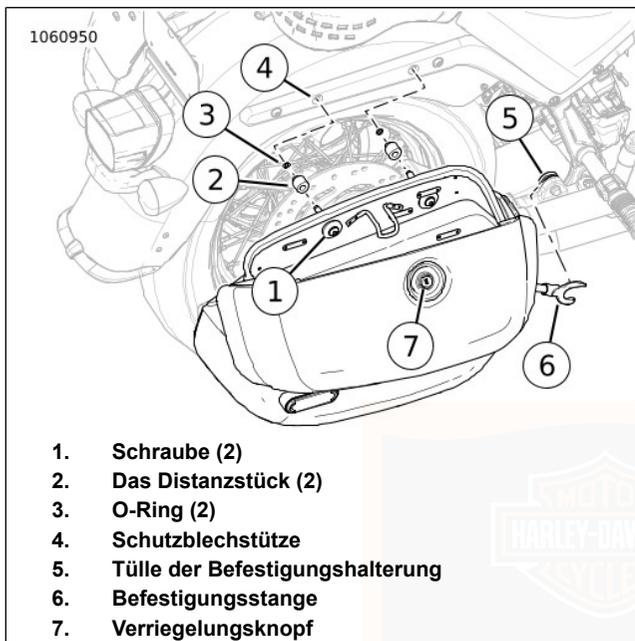

Abbildung 48. Satteltaschen-Baugruppe
1. Siehe Abbildung 48. Satteltasche entriegeln.
- a. Den Schlüssel in die Verriegelungstaste (7) stecken und um eine halbe Umdrehung gegen den Uhrzeigersinn drehen.
3. Siehe Abbildung 48. Die Satteltasche verriegeln.
- a. Den Schlüssel in die Verriegelungstaste (7) stecken und um eine halbe Umdrehung im Uhrzeigersinn drehen.
1. Siehe Abbildung 48. Satteltaschen öffnen.
2. Mit einer Hand die Satteltasche halten und mit der anderen Hand die Befestigungsschrauben (1) der Satteltasche entfernen.
1. Siehe Abbildung 48. Prüfen, ob sich die Distanzstücke (2), O-Ringe (3), und Tüllen (5) in Position und in gutem Zustand befinden.